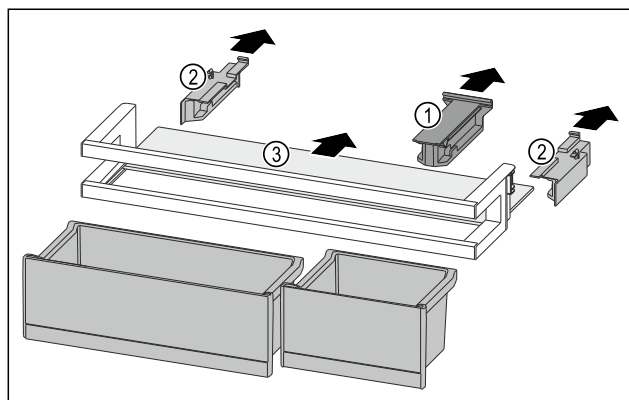

Fig. 141
- ▶ 拉出定位件 Fig. 141 (1)。
- ▶ 拉出侧面部分 Fig. 141 (2)。
- ▶ 取出搁板 Fig. 141 (3)。